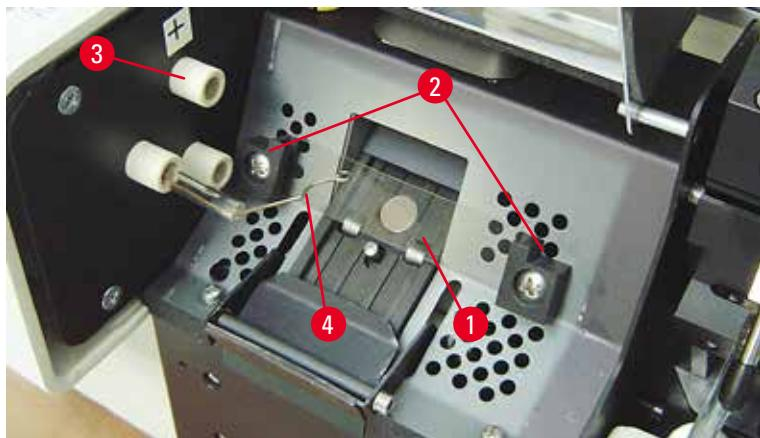

図 17
5. コンタクトスプリング(→「図 16-2」)がランプの点火ワイヤ(→「図 17-4」)から外れていることを確認します(→「図 17」)と(→「図 18-1」)も参照)。